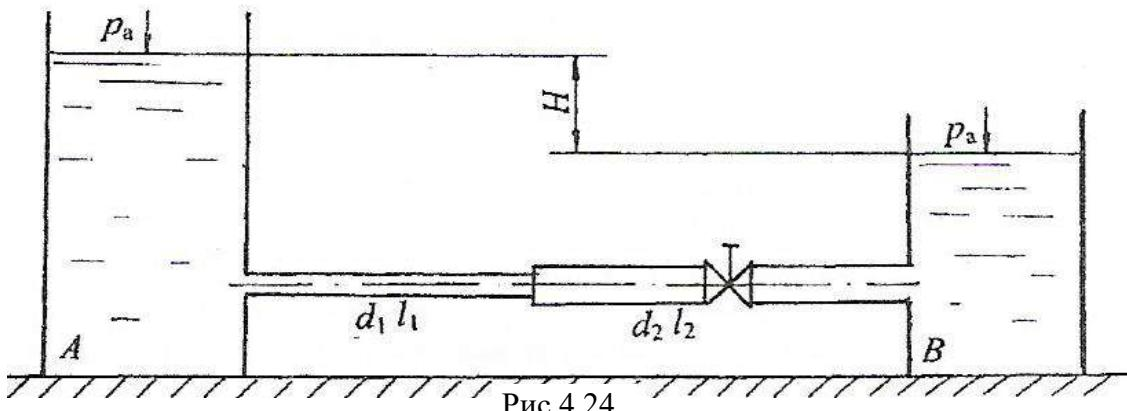

Рис.4.24
Из резервуара A в резервуар B при постоянном напоре (H) с расходом $Q = 4,3 \text{ л/с}$ вода подаётся по двум трубам $d_1 = 50 \text{ мм}$, длиной $l_1 = 15 \text{ м}$ и $d_2 = 100 \text{ мм}$, $l_2 = 30 \text{ м}$ (рис. 4.24.).